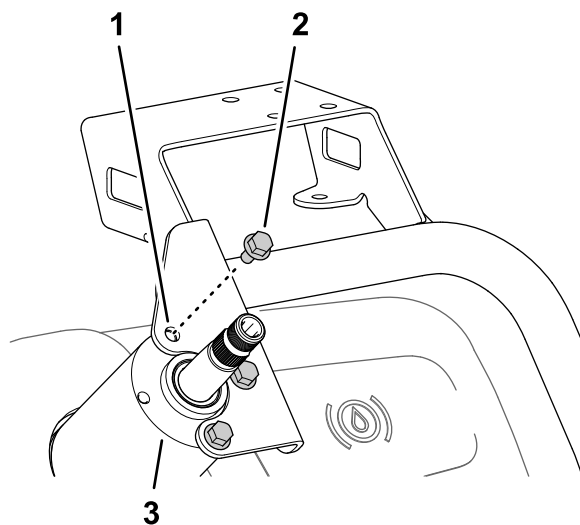

図 160
2. モニタマウントをステアリングバルブのハウジングに取り付ける 図 160 フランジヘッドボルト 6 x 12mm 3本を使用する。